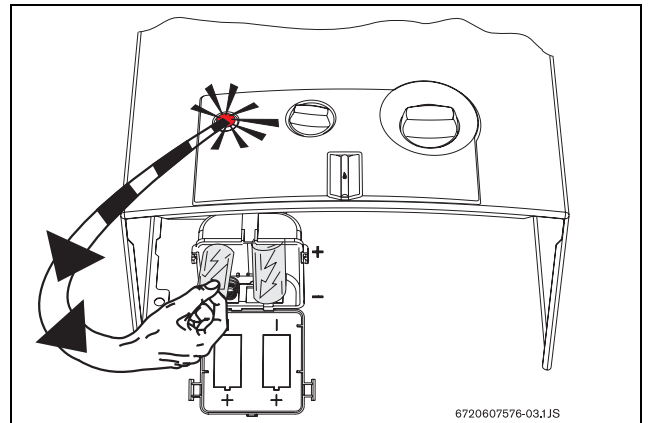

Fig. 8 Sustituir las baterías
- ▶ Introducir las dos baterías LR 20 de 1,5 V en la caja correspondiente (Fig. 8).